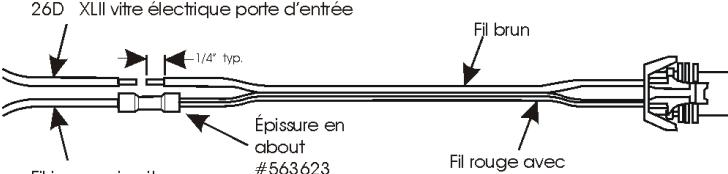

FIGURE 2
8. À l'aide des épissures en about #563623, joindre au câblage #563664 fourni dans l'ensemble (voir figure 2). Chauffer les extrémités thermorétrtractables des épissures en about.